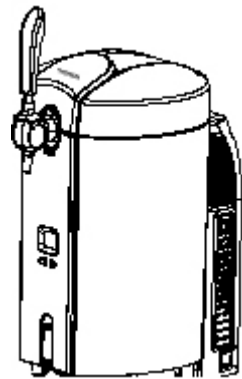

Abbildung 4
- 3.** Setzen Sie die Tropfschale in die mitgelieferte Kerbe ein. (Abb. 4)